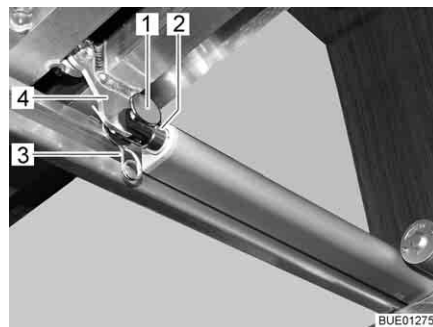

Bild 114 Antrieb
- Verbindung (z. B. Stift und Federstecker (Bild 114,1 und 3)) zwischen Schubstange (Bild 114,2) und Lattenrost (Bild 114,4) trennen.